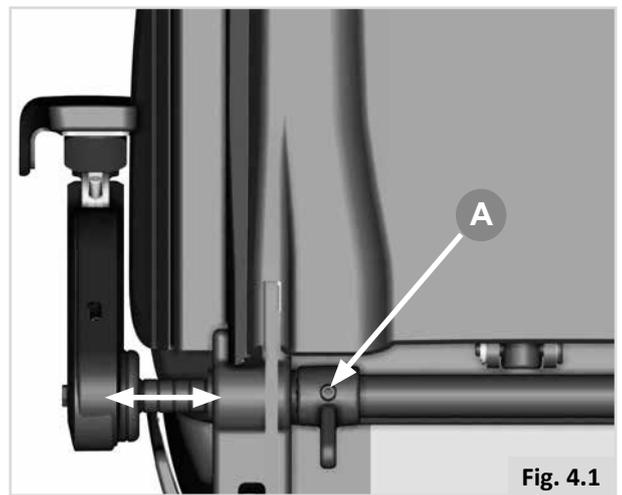

Fig. 4.1
- Allentare le due viti a brugola (5,0 mm) sulla slitta trasversale come mostrato in Fig. 4.1-A.